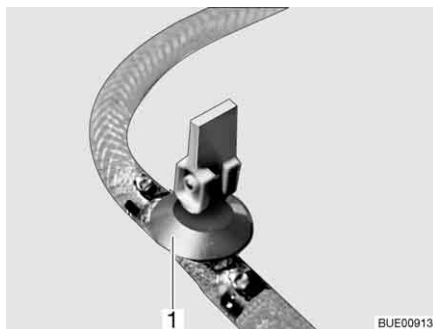
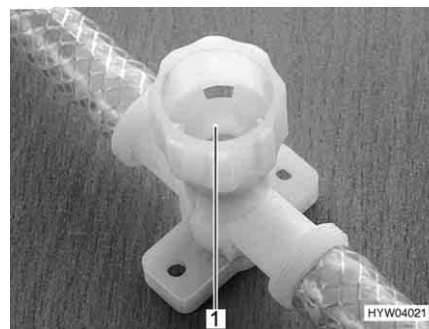

Bild 250 Ablasshahn (mit Kipphebel)
Bild 251 Ablasshahn (mit Drehkappe)
- Alle Ablasshähne öffnen. Dazu den Kipphebel des Ablasshahns (Bild 250, 1) senkrecht stellen oder die Kappe des Ablasshahns (Bild 251, 1) entgegen dem Uhrzeigersinn drehen.